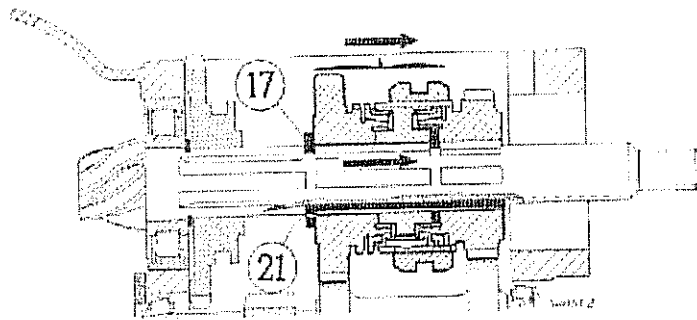
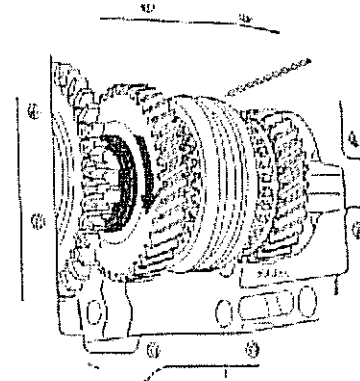

Fig. 238
Fig. 239
- Introducir totalmente el eje secundario y correr hacia el lado del velocímetro el conjunto formado por: el sincronizador, anillo de freno y engranaje de 2da. velocidad (Fig. 238). Esto permitirá colocar la arandela de apoyo (17) en su ranura correspondiente y girarla (Fig. 239), hasta conseguir alinear las ranuras de encaje (a). Empujar entonces la chaveta (21, Fig. 238), hasta trabar la arandela de apoyo (17).